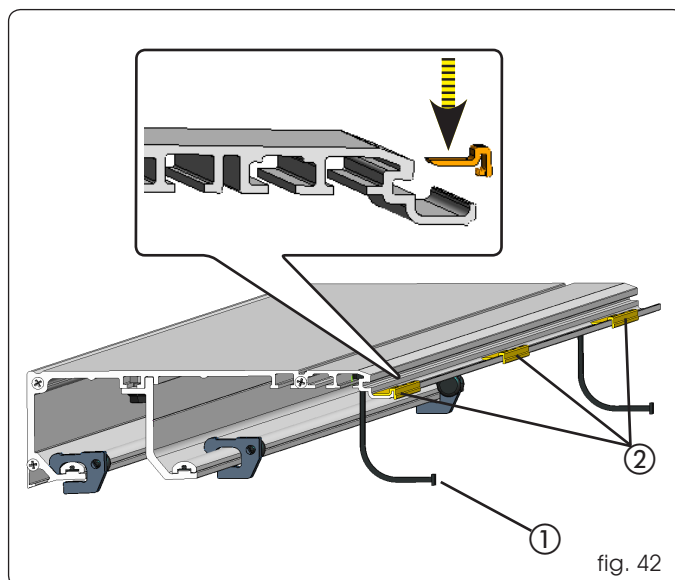

fig. 42
Controleer of de kabeltjes van de valbeveiliging aanwezig zijn, en bevestig ze eventueel op de uiteinden van het steunprofiel, door het uiteinde van het grootste uiteinde van het kabeltje in de speciale sleuf te zetten (fig. 42 ref. ①).
Controleer of er op de buitenrand van het steunprofiel 3 trillingdempende afstandhouders (fig. 42 ref. ②) zitten, en zet ze er eventueel op, op de uiteinden en in het midden.